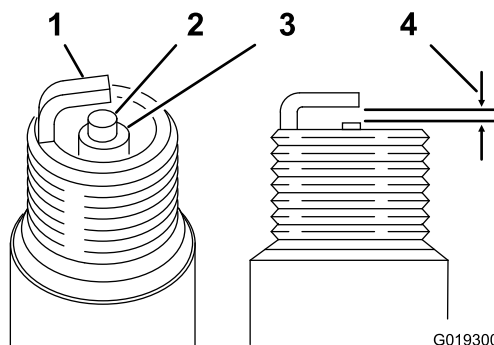

図 34
3. 図 34のように、エアギャップを 0.6-0.7 mm に調整する。点火プラグをエンジンに取り付け、 $23\text{N}\cdot\text{m}$ $2.35\text{kg}\cdot\text{m}$ = 17ft-lbにトルク締めする。